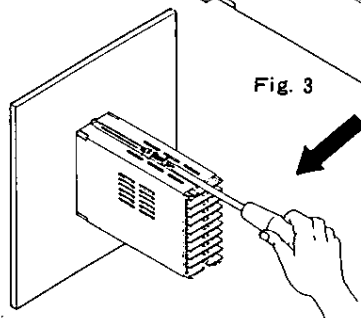

Fig. 4
- 取付金具押えねじを取付金具の後から⊕ドライバーで締めつけて終了です。取付金具は締めすぎないようにして下さい (Fig. 4)。